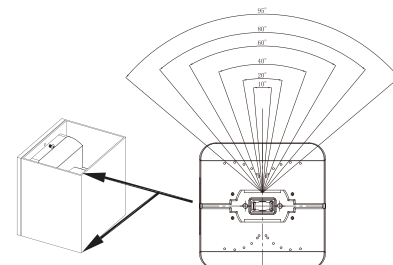

Fig. 5
13. Adjust the beam angle on the luminaire (see Fig. 5).
12. Ajuster l'angle du faisceau sur le luminaire (voir Fig. 5).